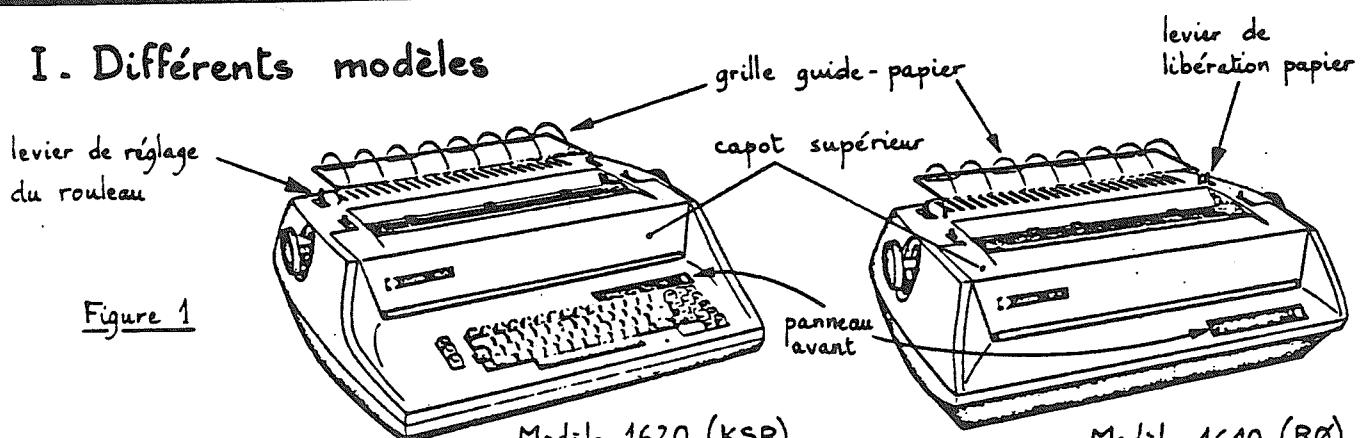
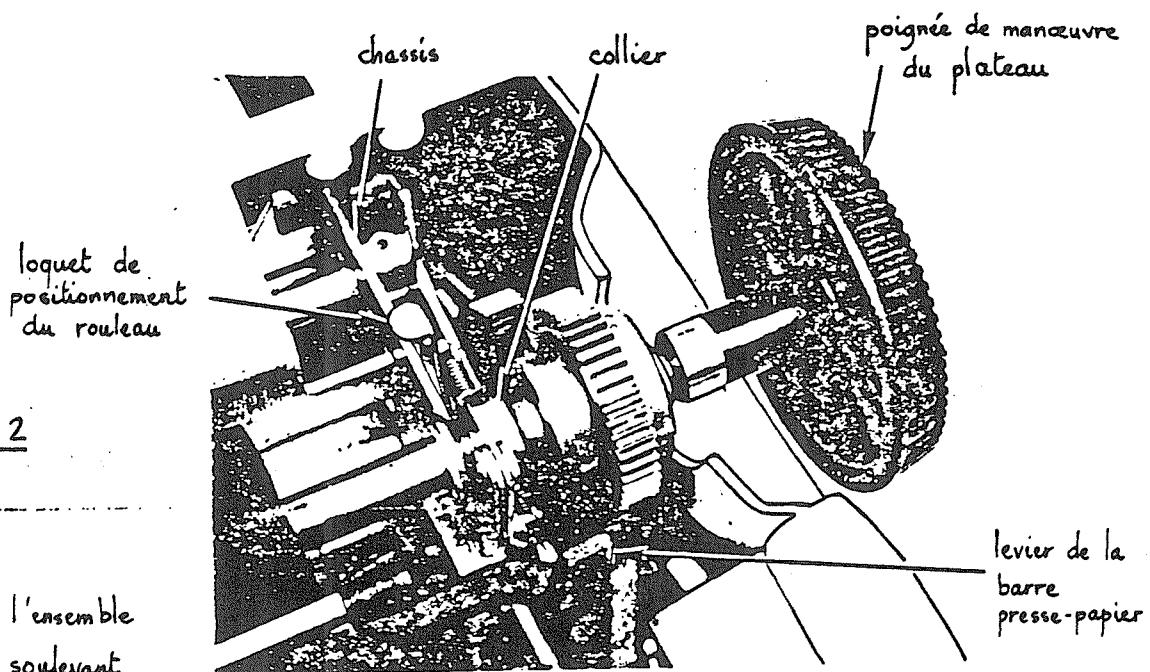
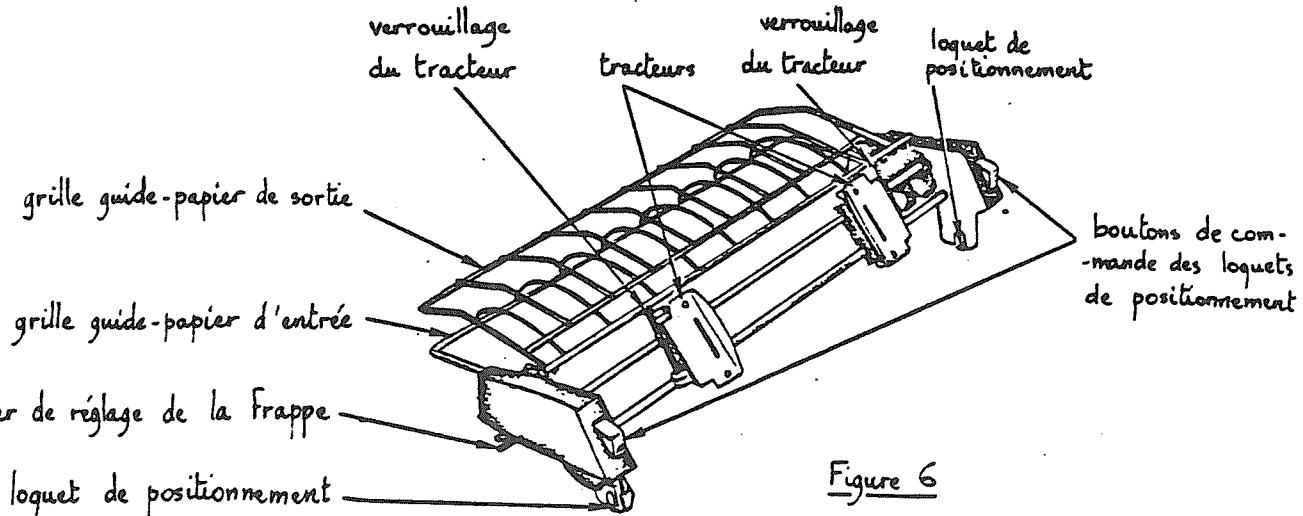
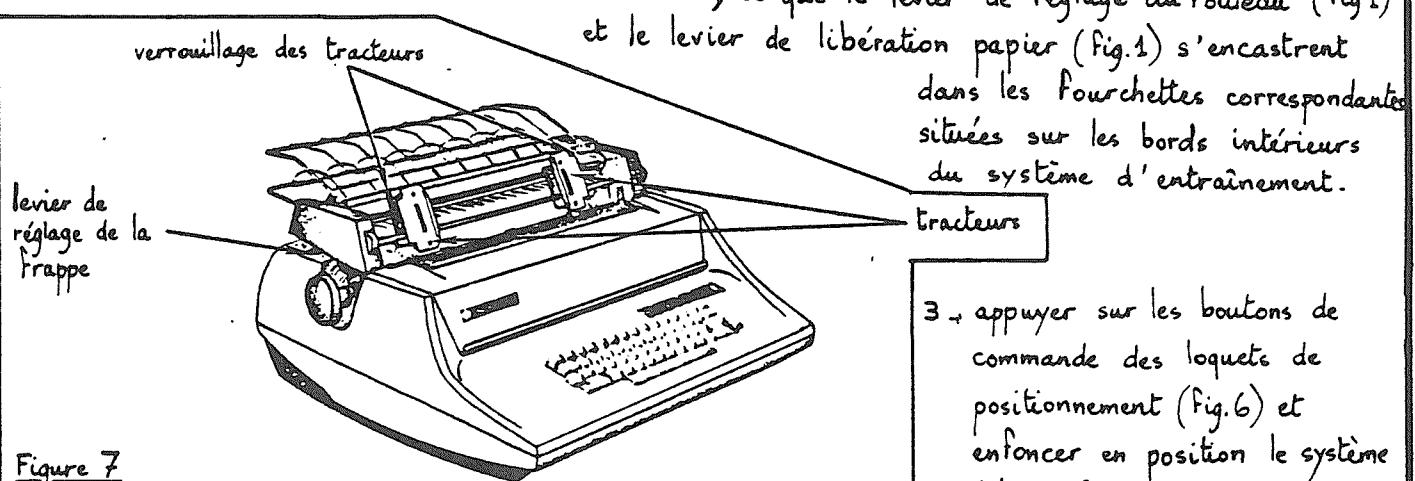

Figure 1
Figure 2
Figure 6
Figure 7
Enlever les 4 boulons de fixation de l'imprimante au fond de l'emballage (Ne pas enlever les 4 vis de fixation des "silent-blocs" situés à chaque coin de l'imprimante) Sortir l'imprimante (ne pas la prendre par le capot supérieur: fig. 1) et la ni par la grille guide papier
- Soulever le capot supérieur (fig. 1)
- Enlever le rouleau, en écartant la barre presse-papier (fig. 2), puis en appuyant du doigt sur les deux loquets de positionnement du rouleau (fig 2)
- Eventuellement, installer le système d'entraînement par tracteurs (fig.6)
Pour cela ; 1 - tirer vers l'avant le levier de libération papier (fig.1) et le levier de la barre presse-papier (fig.2)
2 - amener le système d'entraînement au dessus de l'imprimante (fig.7) de manière que les loquets de positionnement (fig.6) soient posés sur l'axe du rouleau, et que le levier de réglage du rouleau (fig.1) et le levier de libération papier (fig.1) s'encastrent dans les fourchettes correspondantes situées sur les bords intérieurs du système d'entraînement.
3 - appuyer sur les boutons de commande des loquets de positionnement (fig.6) et enfoncer en position le système d'entraînement
4. Vérifier que le levier de libération papier (fig.1) est toujours en position tirée vers l'avant, et que le levier de la barre presse-papier (fig.2) revient bien en position repoussée. (positions de fonctionnement normal)
5. Vérifier qu'une action sur le levier de réglage de la frappe (fig.7) est bien transmise au levier de réglage du rouleau (fig.1) par la fourchette située sur le bord intérieur gauche du système d'entraînement par tracteurs.